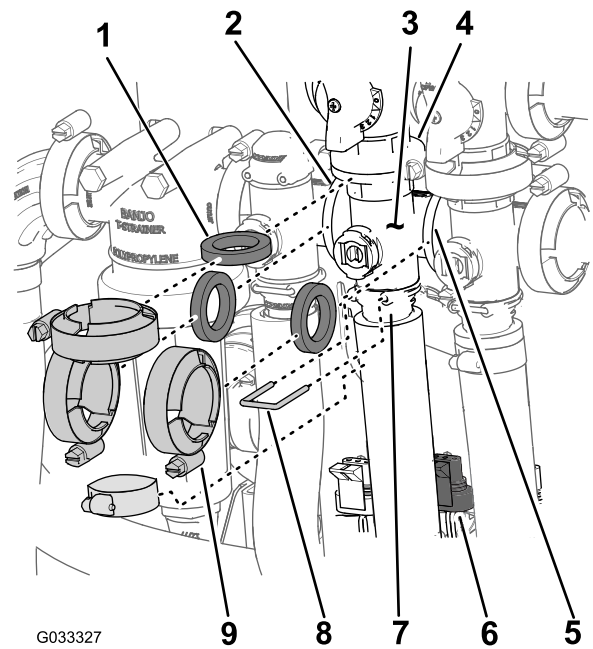

Figura 69
- Retire las abrazaderas y las juntas que sujetan el distribuidor de la válvula de agitación (Figura 69) a la válvula de desvío de agitación, la válvula de control de caudal, la válvula maestra y el acoplamiento del adaptador (válvula de control de agitación).
- Retire la horquilla de retención que sujeta el conector de salida al distribuidor de la válvula de agitación (Figura 69).